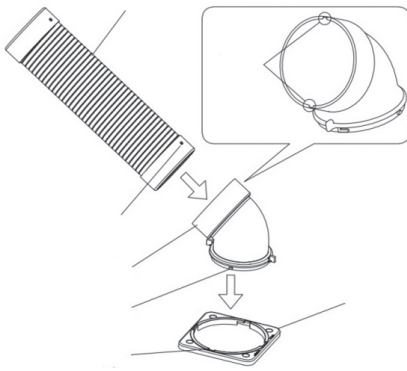

Рис. 4
2. Установите воздуховод для холодного воздуха в поворотное колено и поверните влево. см. рис. 4